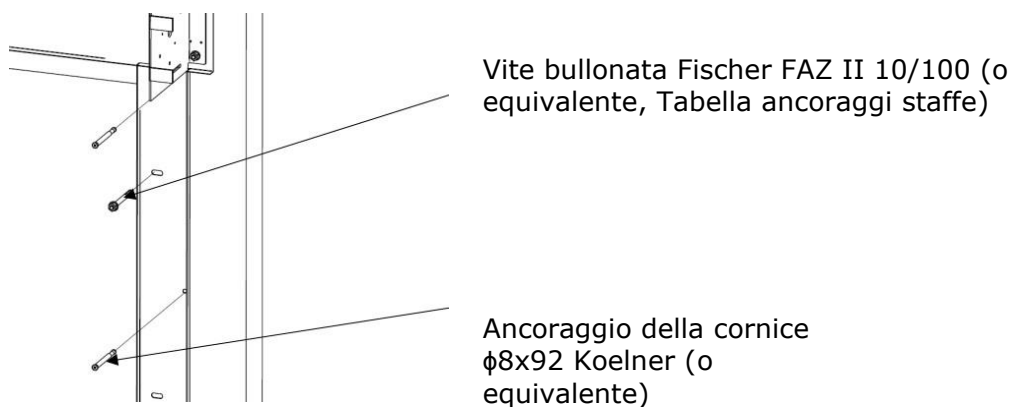

Fig. 2. Profilo guida a c esploso
- Utilizzando le dipendenze mostrate in Fig. 2 e 3, controllare che il cancello ordinato sia conforme alle reali condizioni di installazione.